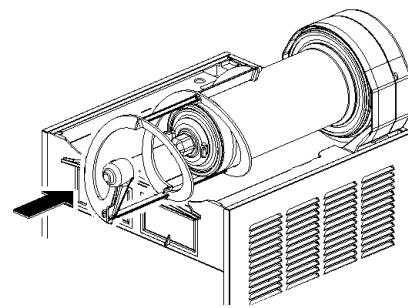

Bild 15
- 6** Setzen Sie die Außenspirale ein. Schieben Sie sie über den Verdampfer bis die Nut an der Außenspirale mit der an dem Magnetantrieb einrastet. (Bild 15).